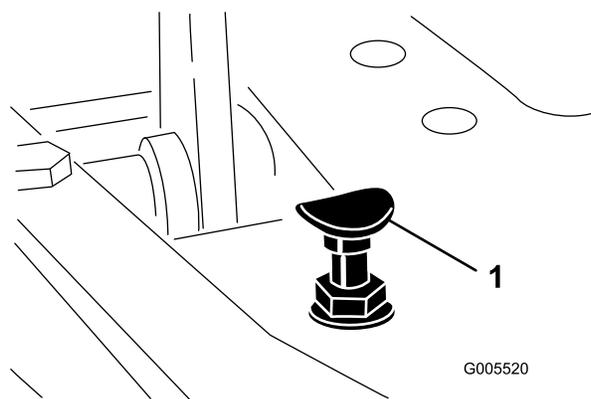

図 48
1. モードレバーを移動走行位置にセットし、ペダルストップを固定しているロックナットをゆるめる図 48。
モードレバーを移動走行位置にセットし、ペダルを一杯に踏み込めば最高速度となります。ケーブルに張力が掛かる前にペダルがストップ図 48に当たる場合には調整が必要です。